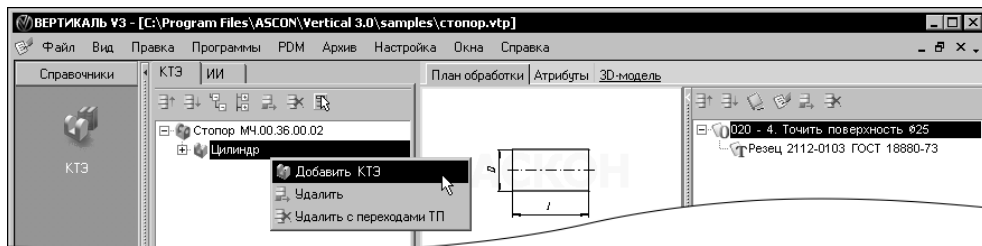

Рис. 9.25. Добавление КТЭ в дерево
2. Щелчком правой кнопки мыши откройте контекстное меню и выберите пункт **Добавить КТЭ** (рис. 9.25).